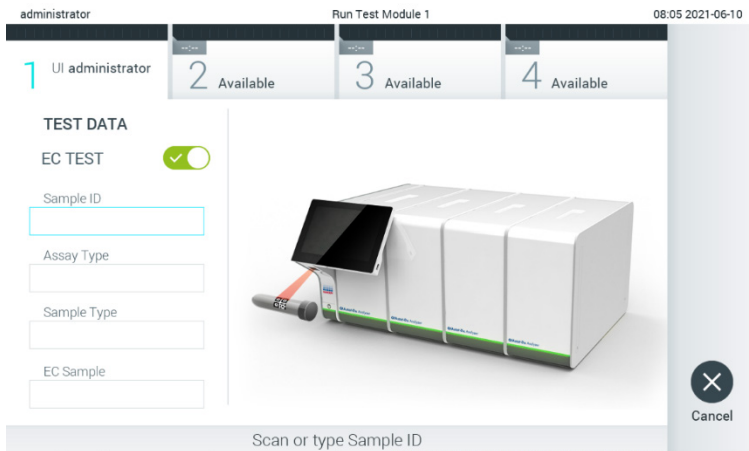

Рис. 89. Ввімкнення перемикача EC Test (Тест із зовнішнім контролем) для активації тесту із зовнішнім контролем.
2. Активуйте перемикач EC Test (Тест із зовнішнім контролем) (рис. 89).
3. Коли з'явиться запит, відскануйте штрих-код ідентифікатора зразка зчитувачем штрих-кодів, вбудованим в операційний модуль (рис. 89)